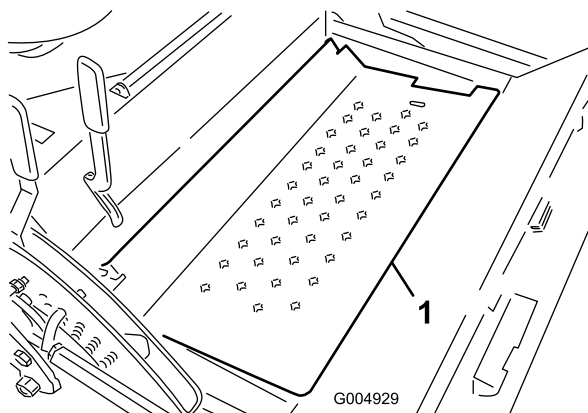

Figura 102
11. Abra la chapa de suelo (Figura 102), y coloque la varilla de sujeción.